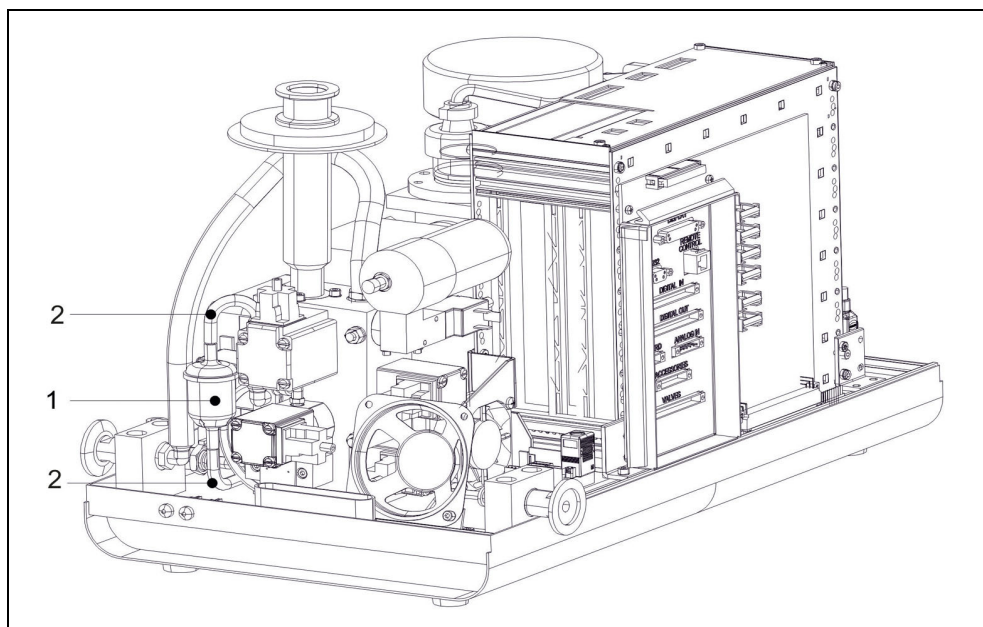

Fig. 7-8 Remplacement du filtre de remise à l'air du Modul1000
- Pour remplacer le filtre de remise à l'air, desserrez et dégagez les flexibles du filtre des coupleurs rapides. Pour retirer le flexible, appuyez sur la bague extérieure des coupleurs rapides. Pour visualiser la position de montage, reportez-vous à la Fig. 7-8 ci-dessous.